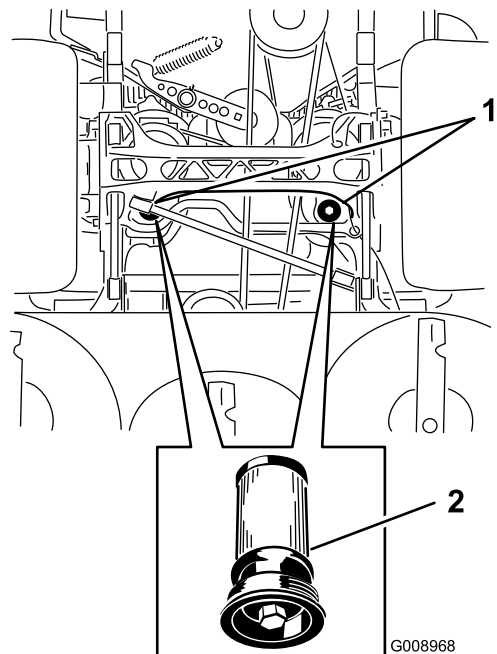

Figure 89
5. Placez un bac de vidange sous le filtre, retirez le filtre usagé et essuyez la surface (Figure 89).
6. Appliquez une fine couche de liquide hydraulique sur le joint en caoutchouc du filtre de rechange (Figure 89).